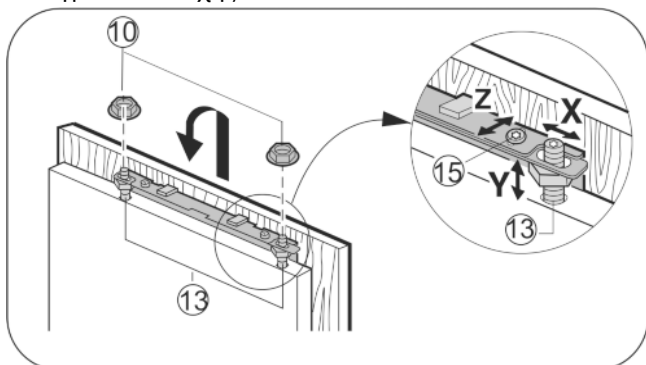

Fig. 26
- ▶ Αναρτήστε την τραβέρσα στερέωσης Fig. 26 (11) με τους οδηγούς τοποθέτησης Fig. 26 (12) στην εσωτερική πλευρά της πόρτας του επίπλου.
- ▶ Ευθυγραμμίστε την τραβέρσα στερέωσης Fig. 26 (11) στο κέντρο της πόρτας.
- ▶ Βιδώστε την τραβέρσα στερέωσης Fig. 26 (11) με τουλάχιστον 6 βίδες Fig. 26 (19).
- ▶ Βιδώστε την τραβέρσα στερέωσης Fig. 26 (11) με 4 βίδες Fig. 26 (19) στην άκρη.
- ▶ Τραβήξτε προς τα επάνω τους οδηγούς τοποθέτησης Fig. 26 (12) και εισάγετε υπό γωνία στα παρακείμενα ανοίγματα υποδοχής.